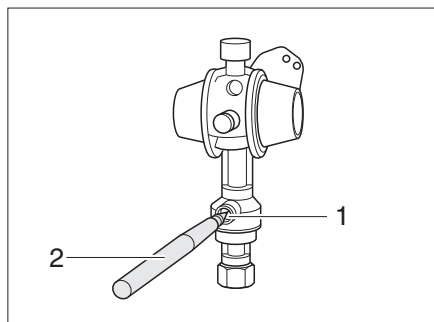

Fig. 162 Crash-Sensor
- A l'aide d'un stylet (Fig. 162,2), enfoncer le bouton de déverrouillage (Fig. 162,1) pendant plusieurs secondes.